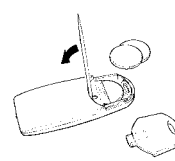

Abb. 16
- 2 Einen kleinen spitzen Gegenstand in den dazu vorgesehenen Schlitz (Abb.16) stecken und die Batterien damit nach außen schieben.